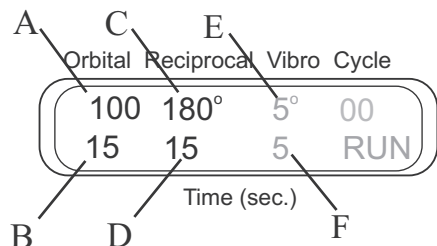

Рис. 5
Установите скорость (A) (1–100 об/мин) и время (B) (1–250 с) 3D-орбитального движения. Установите угол поворота (C) (0–360°) и время (D) (1–250 с) 3D-покачивания (выполняется с той же скоростью, что и 3D-орбитальное движение). Установите угол поворота (E) (1–5°) и время (F) (1–5 с) 3D-Вортексирования (см. рис. 5).